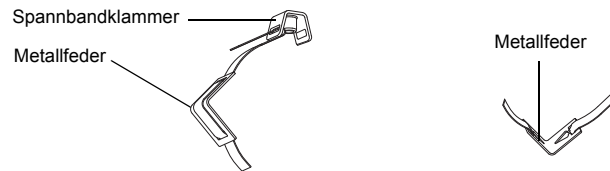

Abb. 9.36: Spannband mit Metallfeder und Spannbandklammer
- Schieben Sie, falls erforderlich, das lange Ende des Spannbands durch die Metallfeder (siehe Abb. 9.36). Die Metallfeder muss nicht montiert werden: